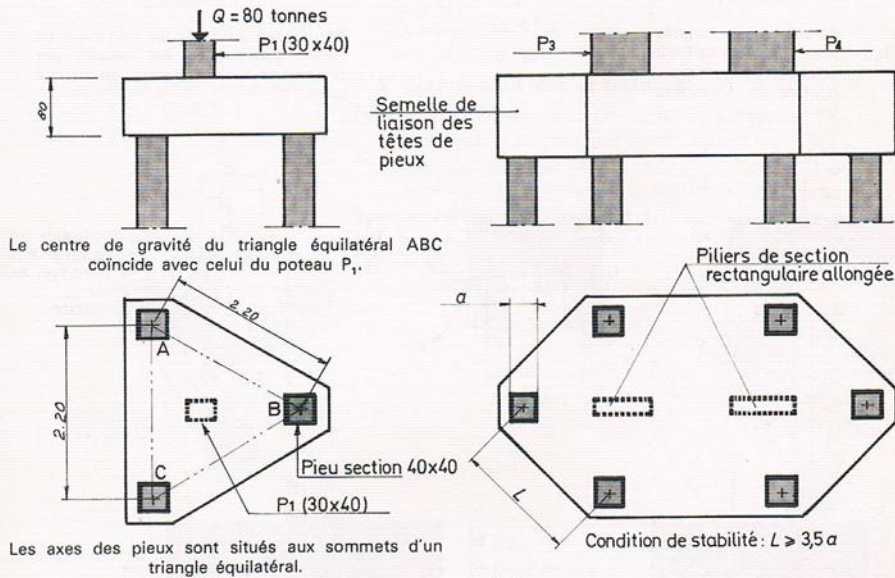

FIG. 3
- la charge doit passer par le centre de gravité de la semelle (voir fig. 3, 4 et 5) ;